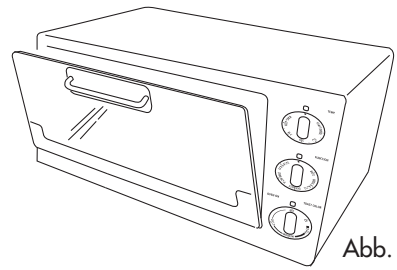

Abb. 1
- Die Speise, die gegrillt werden soll, auf das Diätgitter (P) legen, das auf die Fettpfanne (H) aufgelegt wurde, und das Ganze in Führung 1 einschieben.
- Die Türe schließen, so dass sie einrastet (siehe Abbildung 1).
- Den Schalter zur Funktionsauswahl (D) auf Stellung  drehen.
- Timer-Drehknopf (B) im Uhrzeigersinn drehen.
- Nach dem Ende des Garvorgangs den Timer-Drehknopf (B) per Hand auf „0“ zurück stellen.
- Den Thermostatschalter (A) auf Stellung  drehen.